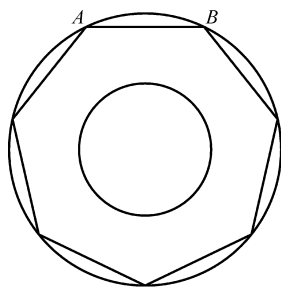

图 3-34 习题 5 图
5. 已知正七边形的边 $AB = 20$ ，绘制出该七边形；然后绘制一个半径为 $R10$ 的圆，且圆心与正七边形同心；再绘制七边形的外接圆。完成后的图形参照图 3-34 所示。